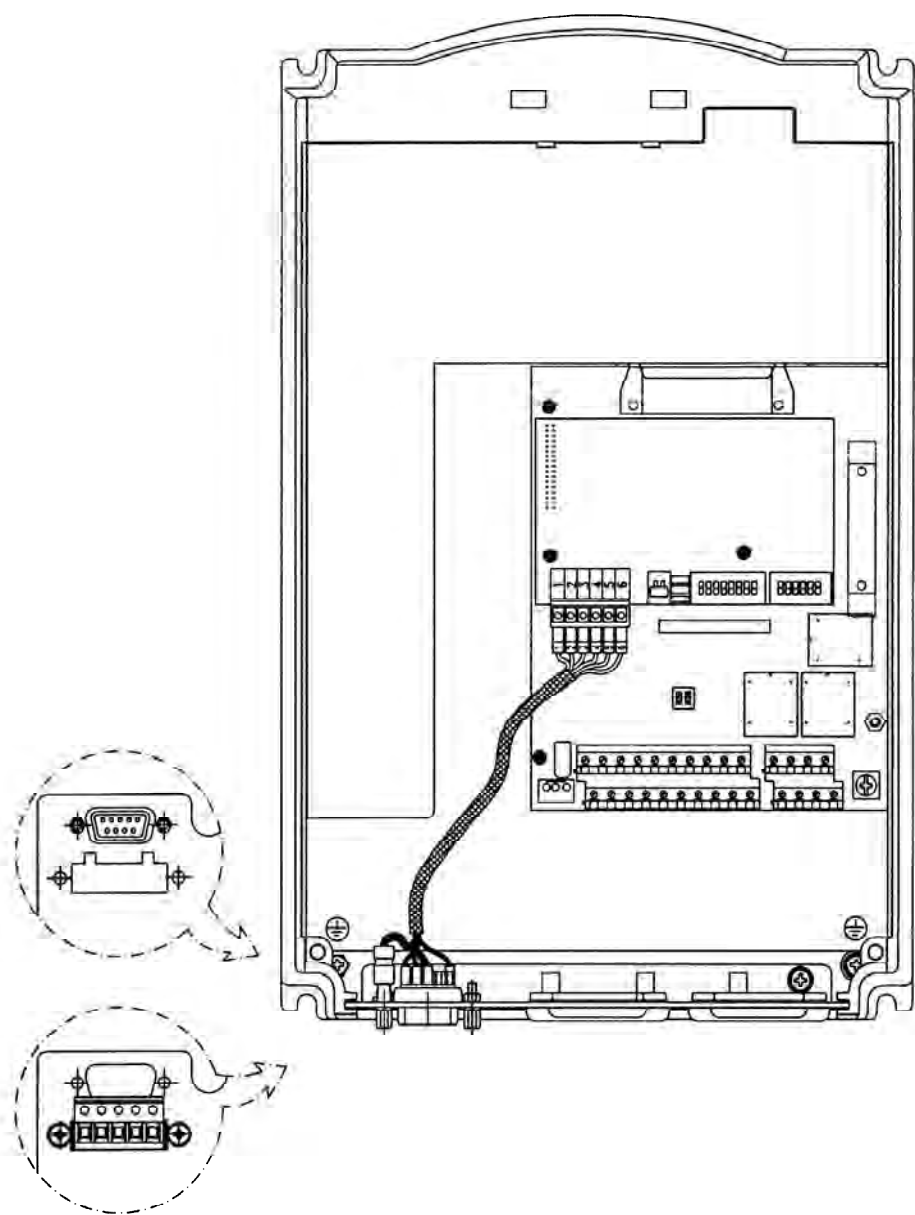

Рис. 8.36 - Установка разъема Fieldbus
2. Осторожно вставьте разъем платы Fieldbus в разъем ХС 140 (розетка) платы управления. Удостоверьтесь, что все четыре разъема платы Fieldbus вошли в соответствующие гнезда разъема ХС140 (рис. 8.36)